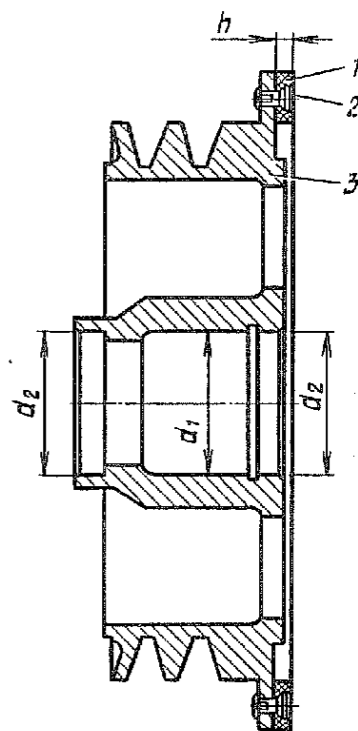

Рис. 213. Шкив привода лебедки в сборе:
2.4. Шкив привода лебедки в сборе (рис. 213)